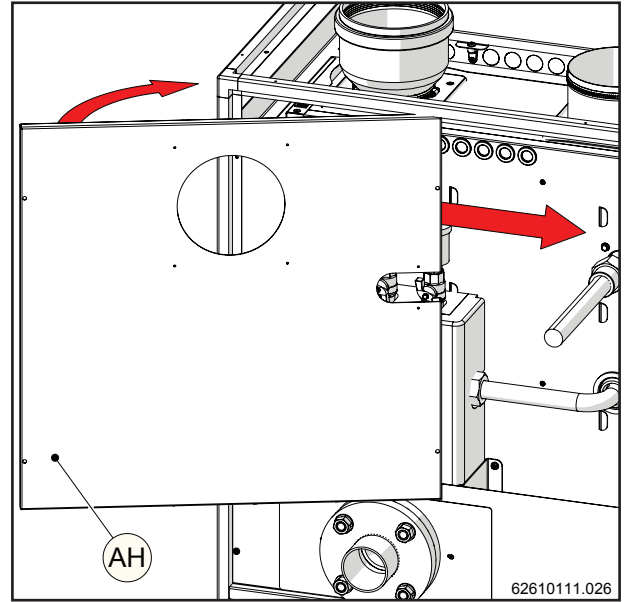
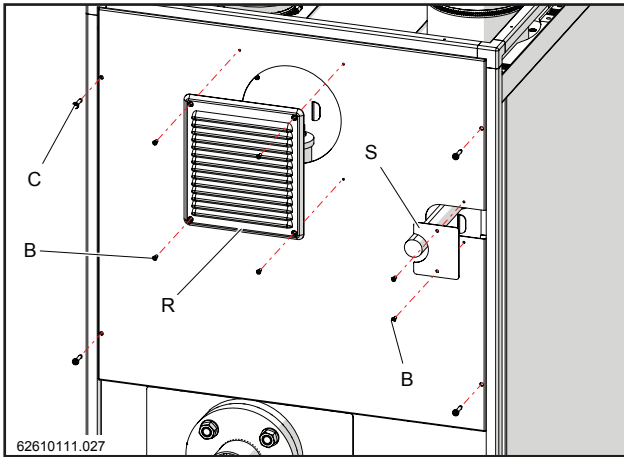
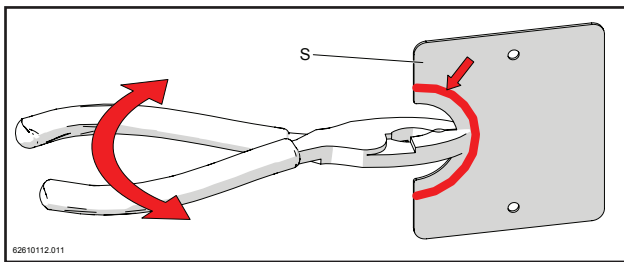

Figure 13-59
Figure 13-60
Figure 13-61
- 13.- Insérer la couverture (AH) dans le sens indiqué sur la figure 13-59 et la fixer à la structure avec les vis « C » (figure 13-60). Appliquer successivement la grille anti-pluie « R » et la tôle « S » (en retirant le disque prédécoupé, comme indiqué sur la figure 13-61), en la fixant avec les vis « B » (figure 13-60).